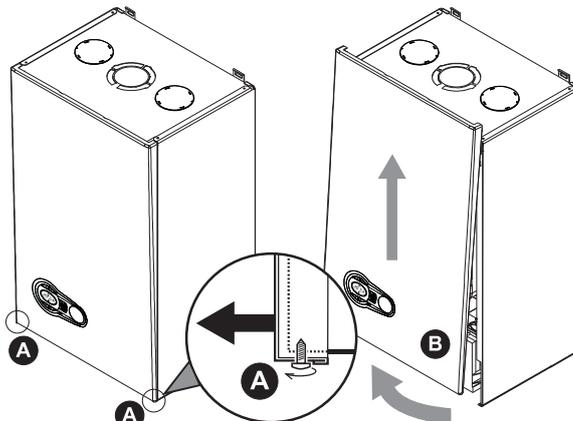

fig. 23 - Ouverture du panneau avant
1. Dévisser partiellement les vis **A** (voir fig. 23).